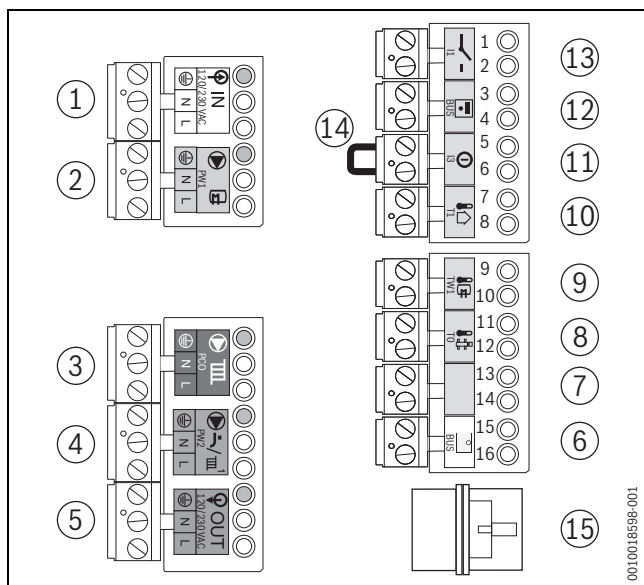

Bild 51 Klemmleiste
- Regler auf Anschlussklemme **BUS** (→ Bild 51, [6]) anschließen. Hierzu ein 2-adriges Stromkabel von 0,4 bis 0,75 mm² verwenden.
- Brücke (→ Bild 51, [14]) auf Anschlussklemme ① entfernen.
- Außentemperaturfühler an Anschlussklemme T1 (→ Bild 51, [10]) anschließen.
- Speichertemperaturfühler an Anschlussklemme TW1 (→ Bild 51, [9]) anschließen.
- Heizungspumpe an die grüne Anschlussklemme PCO (→ Bild 51, [3]) anschließen.
- Zirkulationspumpe an die lila Anschlussklemme PW2 (→ Bild 51, [4]) anschließen.
- Speicherladepumpe an die graue Anschlussklemme PW1 (→ Bild 51, [2]) anschließen.
- Externes 3-Wege-Ventil an die graue Anschlussklemme PW1 (→ Bild 51, [2]) anschließen.